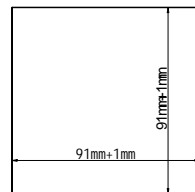

图 5-1
- 1、在仪表柜或安装面板上开出一个矩形切口（见图 5-1），